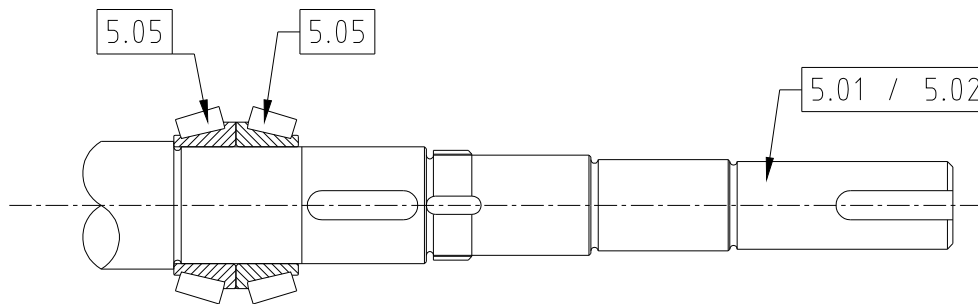

Fig 34 Lagrens placering på axeln
- Montera lagren (5.05) på axlarna (5.01 och 5.02). Se till att de ligger an mot ansatsen på axeln. Lagren skall monteras enligt Fig 34.